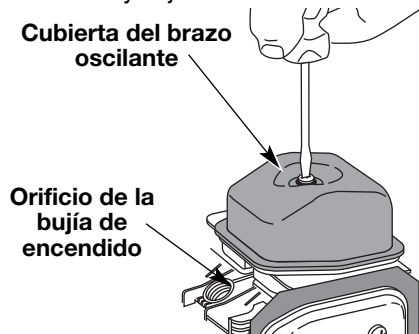

Figure 39
7. Limpie la suciedad de alrededor de la cubierta del brazo oscilante. Saque el tornillo que sostiene la cubierta del brazo oscilante con un destornillador grande de vástago plano o con una broca Torx T-25 (Fig. 39). Saque la cubierta y la junta del brazo oscilante.
- El pistón se encuentre en la parte superior de su recorrido mientras mira dentro del orificio de la bujía de encendido (Fig. 39).